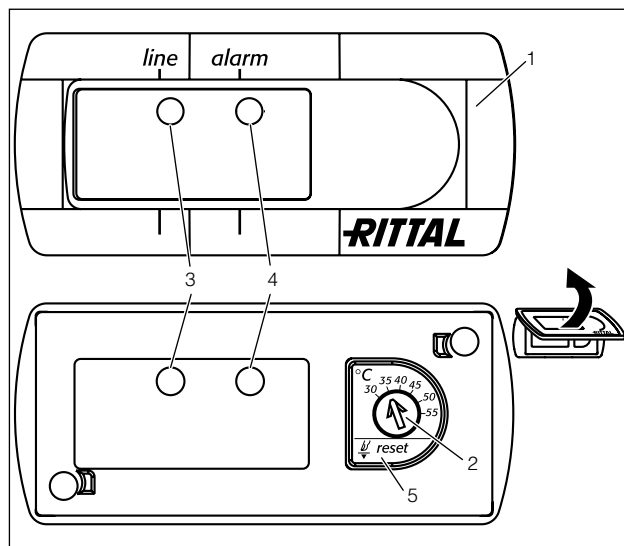

図32: ベーシックコントローラ
- 温度設定アジャスタで、目的の設定温度をセットします (21ページ、図32)。
- リセットキー (図32、No.5) を3秒以上押します。赤いLED表示が消えます。